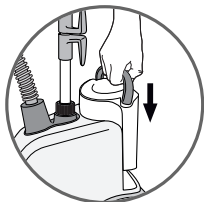

fig.1
1. Coloque la base sobre el suelo y retire el depósito de agua - fig.1.